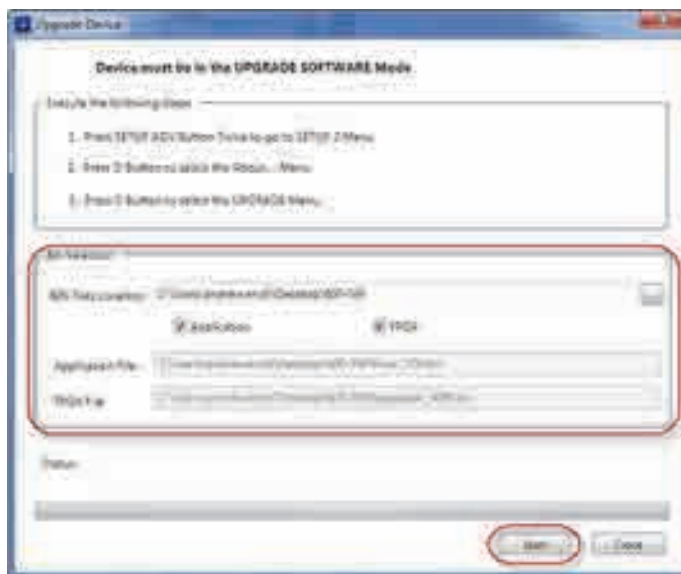

Рис. 6-13 Диалоговое окно Upgrade Device (Обновить устройство)
Откроется диалоговое окно **Upgrade Device** [Обновить устройство] (см. Рис. 6-13 на стр. 253).
7. В диалоговом окне **Upgrade Device** в зоне **Bin Selection** (Выбор буфера) выберите местоположение ПО NORTEC 600, затем выберите **Application** (Приложение) и **FPGA** [Программируемая логическая интегральная схема] (см. Рис. 6-13 на стр. 253).